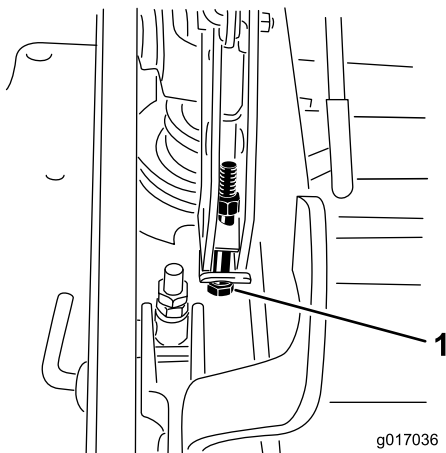

Figura 97
13. Si la carcasa está demasiado baja, apriete el perno del ajuste de un solo punto girándolo en el sentido de las agujas del reloj. Si la carcasa está demasiado alta, afloje el perno del ajuste de un solo punto girándolo en el sentido contrario a las agujas del reloj (Figura 97).